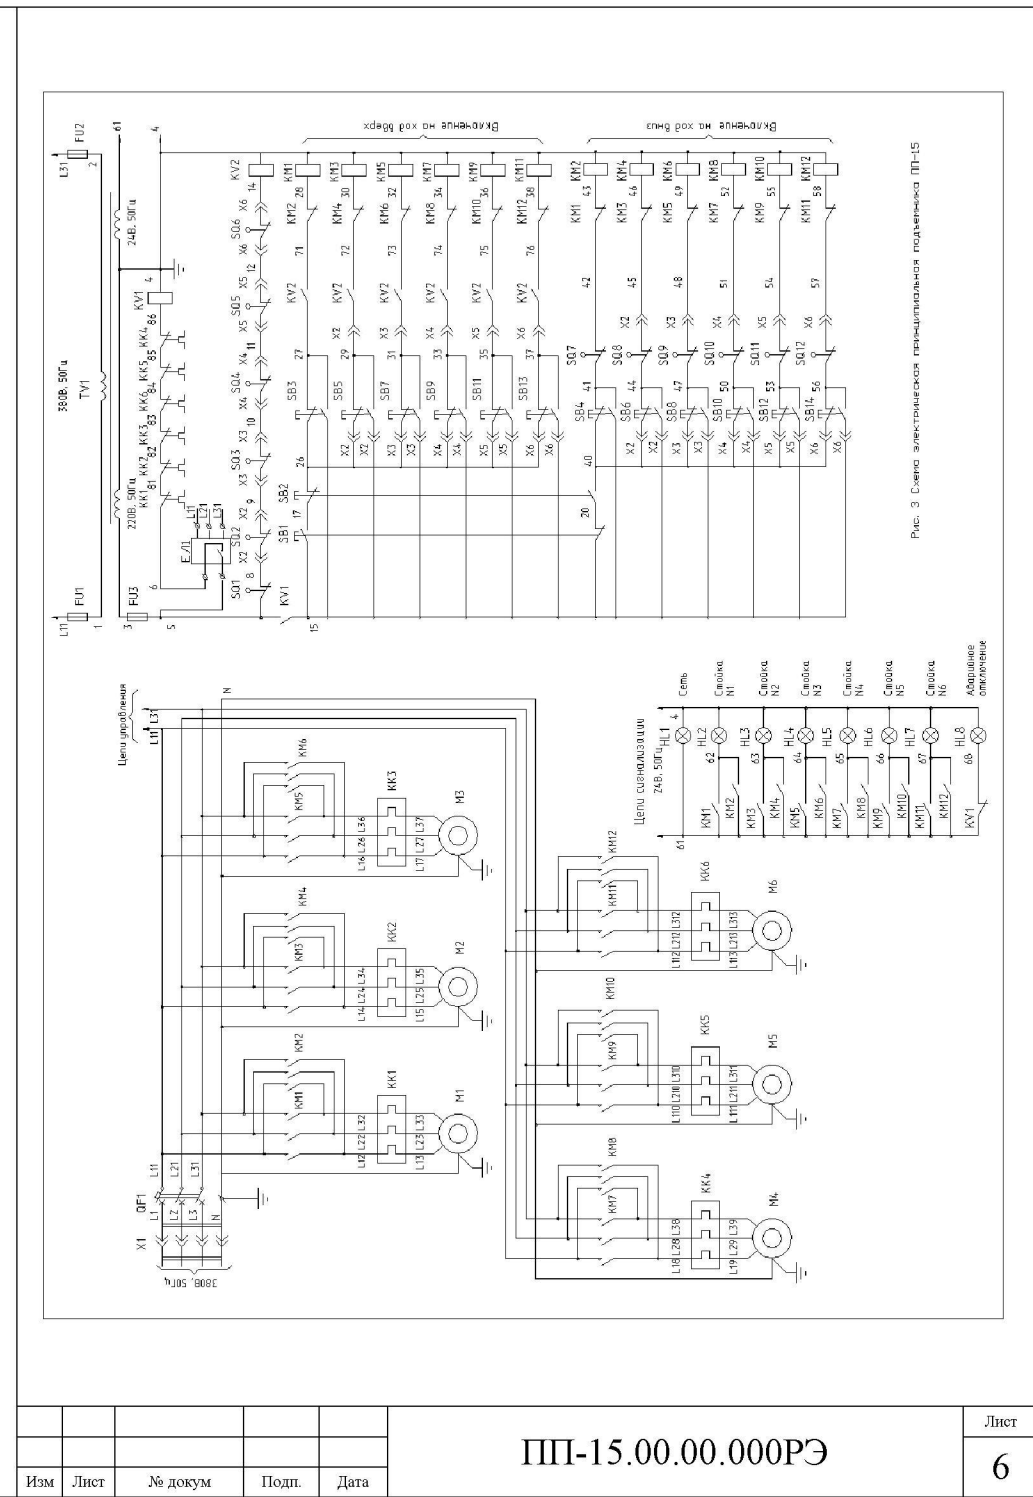

Рис. 3. Схема электрическая принципиальная подъемника ПП-15
4.3. Описание работы схемы электрической (см. Рис. 3). Управление подъемником осуществляется со шкафа аппаратного, установленного на первой стойке.